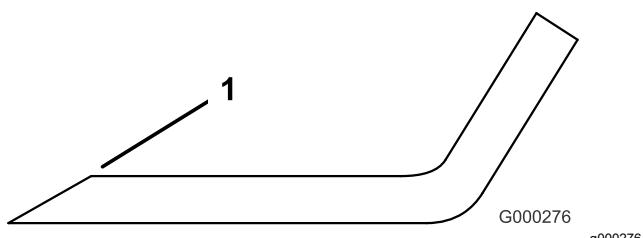

図 99
3. すべてのブレードの刃先を点検し、刃先が丸くなっていたり打ち傷がある場合には研磨する図 99。
**注** 研磨は刃先の上面だけを行い、刃の元々の角度を変えないように十分注意する図 99。左右を同じだけ削るようにすればバランスが狂わない。